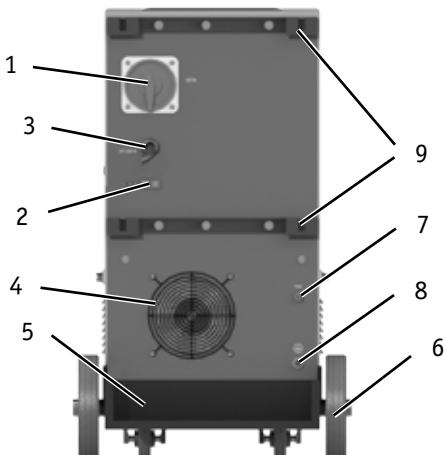

Рис. 6.2. Вид задней панели.
2. Подсоедините газовый шланг к газовому разъему аппарата (п. 7, рис. 6.2) и к газовому редуктору, присоединенному к баллону. При подключении баллон и редуктор должны быть закрыты. Система газонаполнения, состоящая из газового баллона, редуктора и газового шланга, должна иметь плотные соединения (используйте винтовые хомуты), чтобы обеспечить надежную подачу газа из щиту сварочного шва.